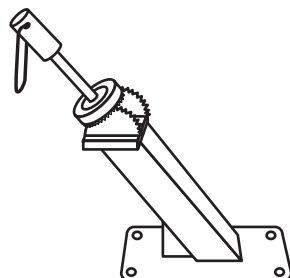

Рис.6
- Смажьте резиновую прокладку трансмиссионным маслом установите стойку (Рис. 6) и зафиксируйте ее болтами. На площадке редуктора имеются центральные дополнительные крепежные отверстия ❷, в данной модели культиватора они не используются.